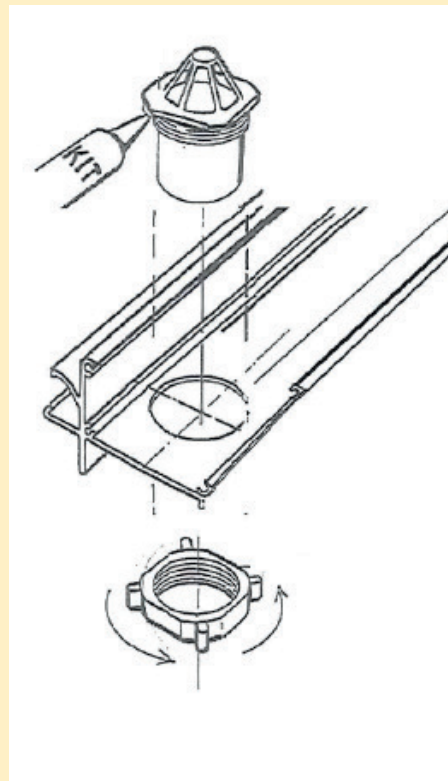

Abb. 6
- 1.12 Entfernen Sie die Mutter von dem Blattfänger. Abb.: 6
- 1.13 Bringen Sie rund um den Blattfänger Silikon (c) von unten an. Abb.: 6